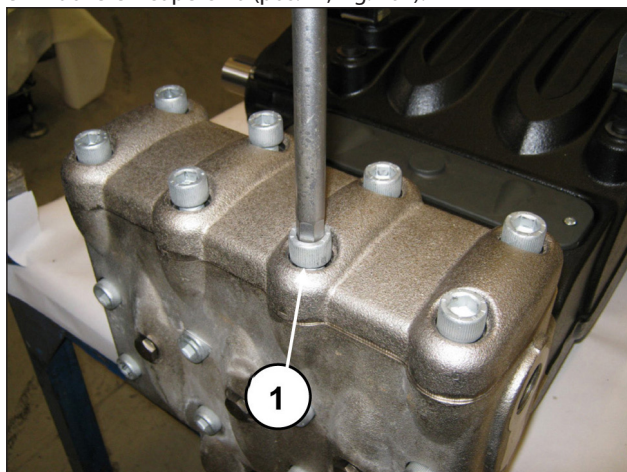
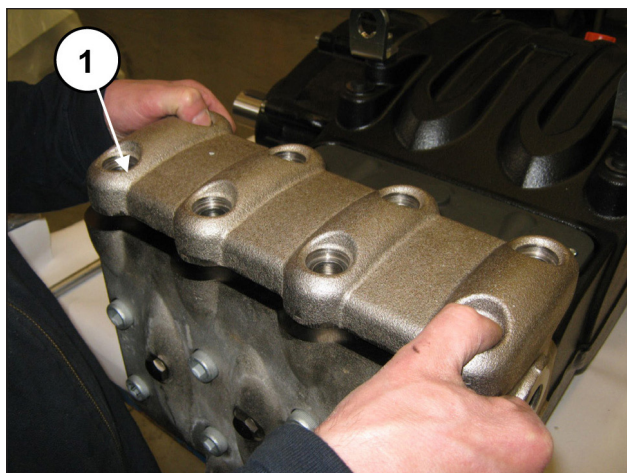

Fig. 100
Fig. 101
Svitare le 8 viti M16x55 del coperchio valvole (pos. ①, Fig. 100) e rimuovere il coperchio (pos. ①, Fig. 101).